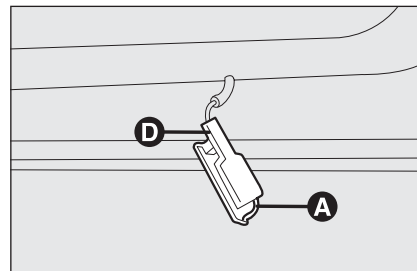

рис. 36
ЛАМПЫ ОСВЕЩЕНИЯ ДВЕРНОГО ПРОЕМА (если имеются) рис. 36
- ❑ Выньте фонарь, нажав отверткой на защелку **A-рис. 36**;
- ❑ Соберите фонарь, вставив сначала передний конец **D-рис. 36**, а затем нажимая на другой конец до щелчка.